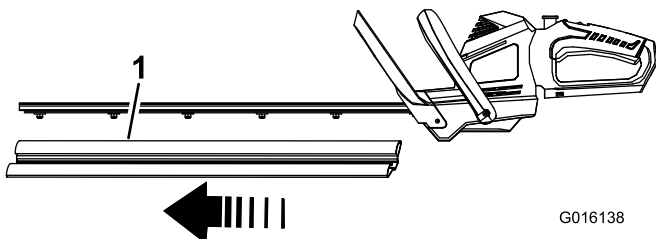

Figura 1
- Retire la funda protectora de las cuchillas (Figura 1).